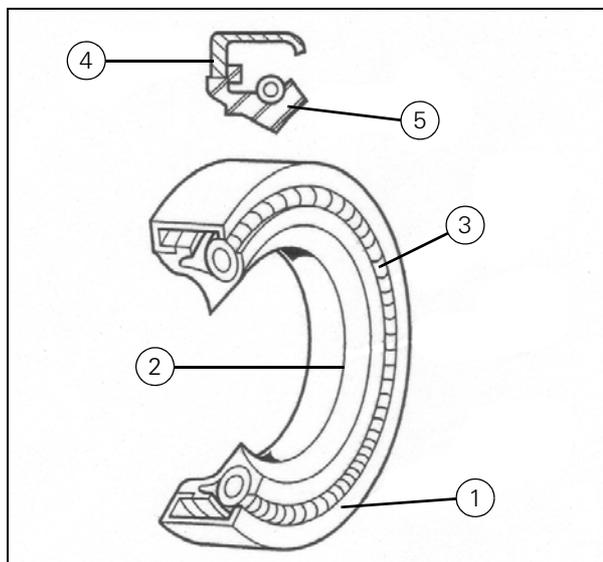

Рисунок 4
На (Рис. 4) изображена отдельная манжета "SPY". На поперечном разрезе видны фланец (4) и внутреннее кольцо (5), которые расположены соответственно снаружи и внутри манжеты с уплотняющей кромкой. За редкими исключениями манжета устанавливается уплотняющей кромкой в сторону смазки. Некоторые типы манжет имеют дополнительную кромку без пружины